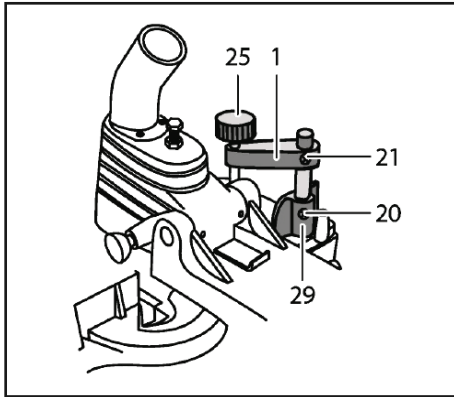

Рис. 2
- установите наружный фланец (24). Затяните болт, удерживая в нажатом состоянии кнопку фиксации (22).
6. Для надежной фиксации заготовки при пилении на фронтальном упоре (15) предусмотрены гнезда (29) для крепления струбцины (Рис. 2). Вставьте стержень струбцины в гнездо и затяните винт (20) на задней стороне гнезда для закрепления стержня. Отрегулируйте струбцину в соответствии с размером и формой заготовки. Струбцина может быть установлена в упоре как слева, так и справа от пильного диска.